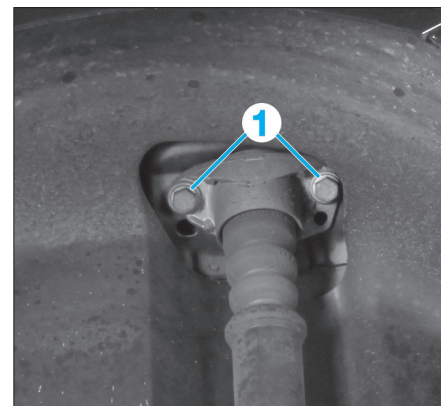

FIG. 67
- Déposer les vis (1) (Fig.67).